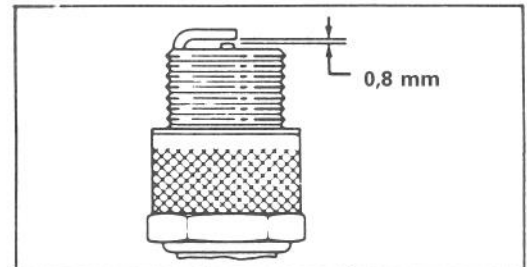

Abb. 17
3. ZÜNDKERZE MONTIEREN — Den Elektrodenabstand (Abb. 17) auf 0,8 mm einstellen. Die Kerze montieren und mit ca. 20 Nm anziehen. Falls Sie keinen Drehmomentschlüssel benutzen, die Kerze einfach fest anziehen. Den Stecker auf die Zündkerze drücken und das Armaturenbrett wieder anbringen.